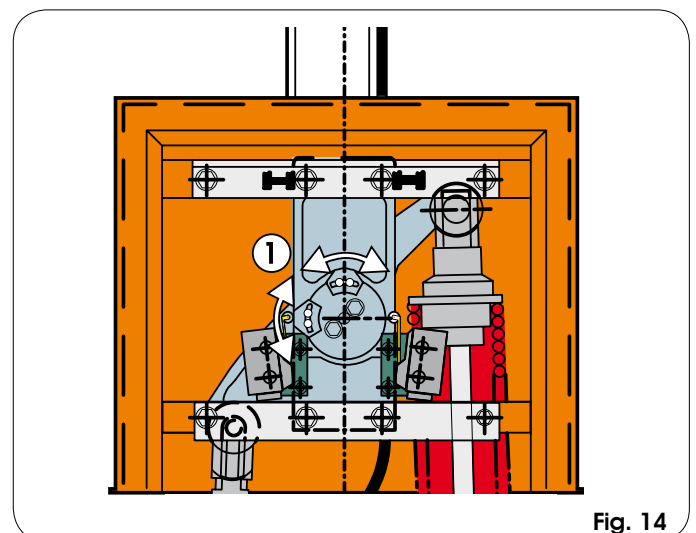

Fig. 14
- 1) Régler les cames du fin de course en desserrant les deux vis à six pans creux d'après la fig. 14 réf. ①. Pour augmenter l'angle de ralentissement, approcher la came du fin de course correspondant. Pour réduire l'angle de ralentissement, éloigner la came du fin de course correspondant.